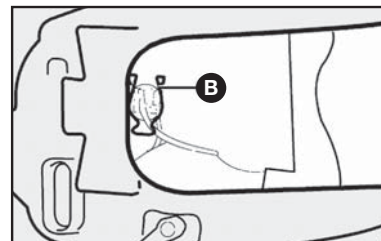

fig. 17
3) retirar o porta-lâmpada pressionando as presilhas B-fig. 17 abrindo-as lateralmente;